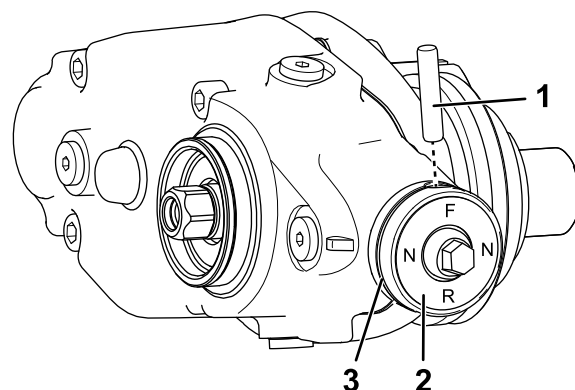

图17
- B. 卸下将离合器旋钮固定到致动器轴上的安全销图17。
- D. 用安全销将离合器旋钮固定到致动器轴上图17。
- A. 从离合器旋钮上取下 O 形圈图17。